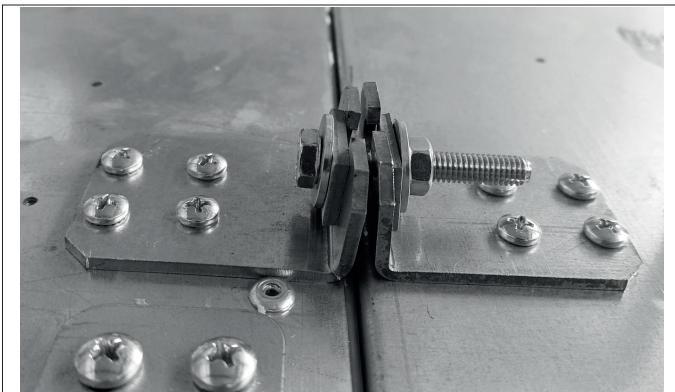

Fig. 51
- Fissato il mobile di testa andare poi a fissare con le viti autofilettanti le staffe laterali sul mobile lineare, in corrispondenza di quelle del mobile di testa ("Fig. 50") effettuare la regolazione del mobile in lunghezza e fissare le 2 staffe con vite, dado e rondella in dotazione ("Fig. 51", "Pag. 32").